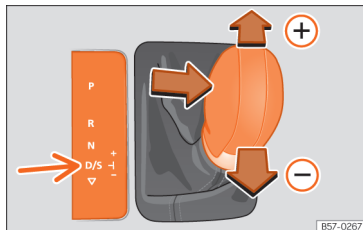

Abb. 90 Hebel in Tiptronic-Stellung.
- Drücken Sie den Hebel nach vorn  oder zurück , um hoch- oder herunterzuschalten **>>> [Abb. 90]**.